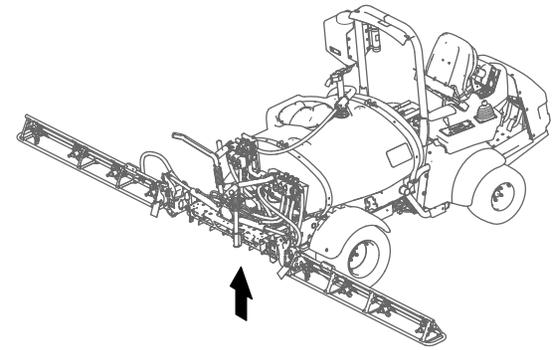

図 15
5. センターブームの下で、センターブームに給液しているホースをバーブ付きT字フィッティングに固定しているクランプを外す 図 15。